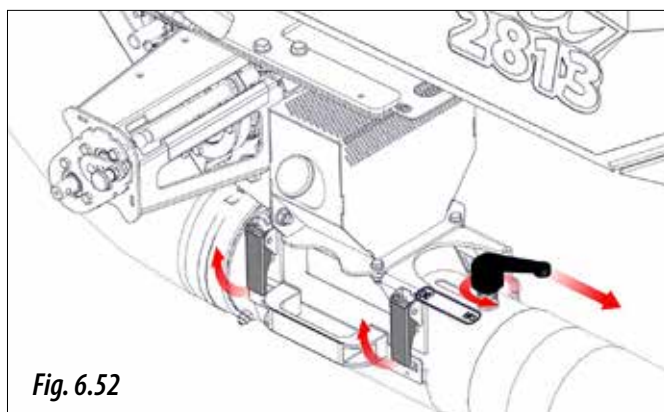

Fig. 6.52
- 3- Deschideți capacul injectorului venturi, acționând asupra celor două cleme de fixare și deplasați maneta de calibrare în poziția „NU” (Fig. 6.52).